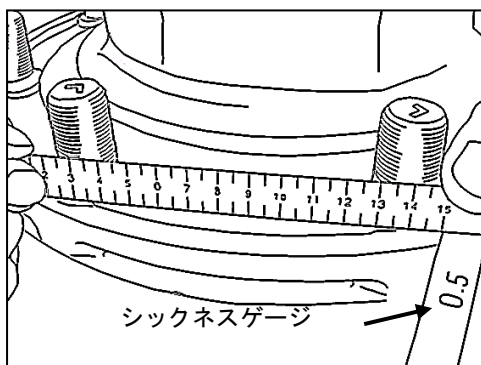

図 3
- 1) 上記1の点検に加え、スピンドルのインナー・ベアリングおよびアウター・ベアリング挿入部径①および②の測定を図3に示す要領でマイクロメーター等を用いて行う。
2. 2 箇所未摩耗部に直定規を渡し、外側の脇にて段差を計測する。(図 3)